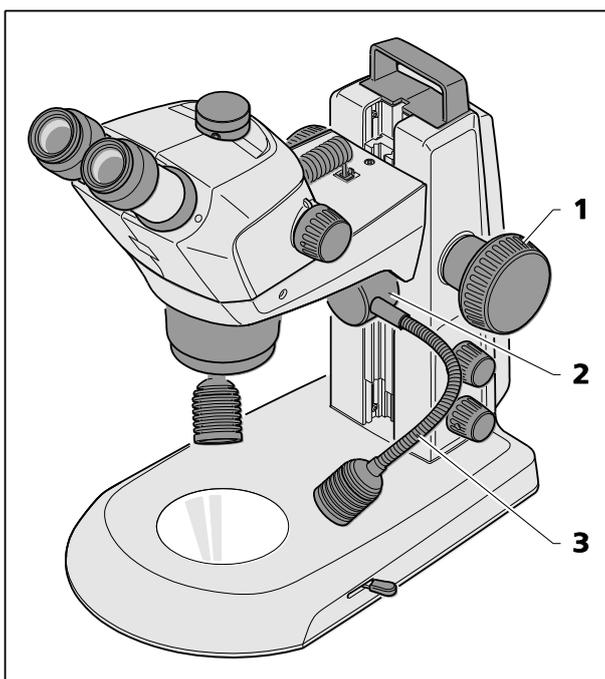

Fig. 22 Dispositif d'éclairage à double spot
- Déplacer le corps du microscope vers le haut à l'aide du bouton de mise au point (Fig. 22/1). Pousser le dispositif d'éclairage à double spot (Fig. 22/2) jusqu'au niveau requis dans le guide.
- Plier les deux flexibles (Fig. 22/3) pour ajuster les spots de manière à ce que l'échantillon soit éclairé de manière optimale.